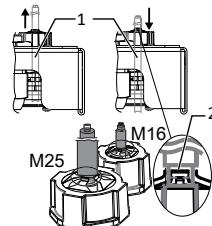

Fig. 14: Skärmstöd på EMC-skruvanslutning
- 1 Testa ledningarna (1) med avseende på spänning/tryck genom att helt öppna och stänga dörren.
- 2 Ange skärmstödets läge på EMC-förskruvningarnas klämkorg (2).
- 4 Dra tillbaka ledningarna till skärmvägen tills avskärmningen av klämkorgen är klar och en förskjutning av anslutningskabeln är uteslutet. [Se bild 14]